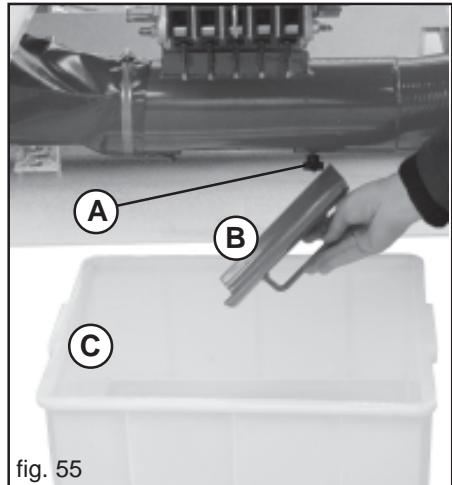
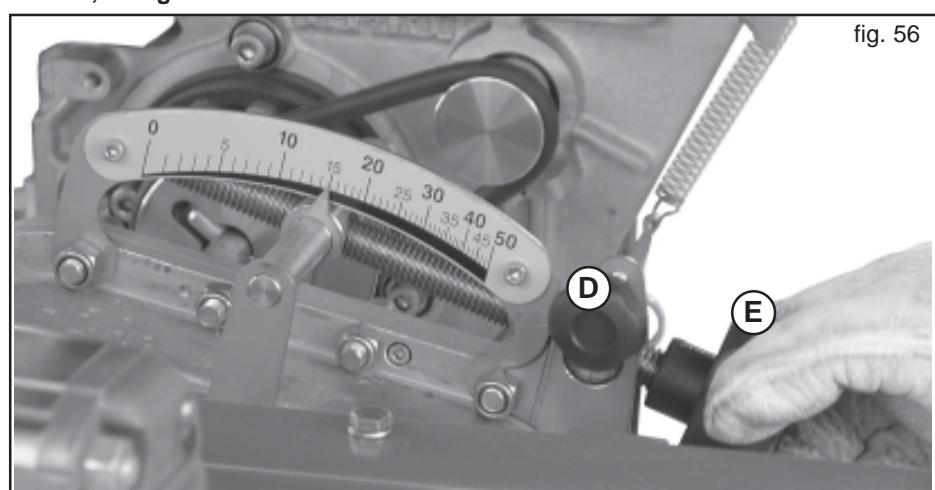

fig. 55
fig. 56
- 2) Desserrer la pommette (A, Fig. 55) et enlever le rideau (B).
- 3) Positionner le bac de semis sous le déchargeur (C).
- 4) Desserrer la vis de fixation placée sur le réglage de la boîte de vitesse (D, Fig. 56) puis agir sur la poignée de réglage (E, Fig. 56) pour placer l'indicateur gradué dans la position souhaitée (en fonction de la quantité de produit à distribuer).
- 8) Lorsque l'essai de dosage est effectué avec succès, fixer à nouveau la vis de fixation du réglage de la boîte de vitesse (D, Fig. 56).